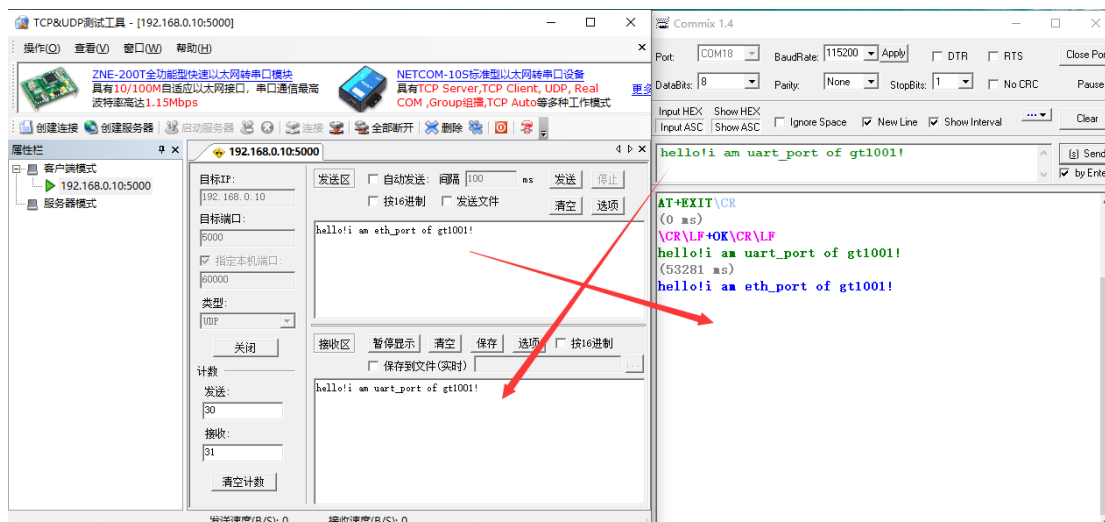

图 6-8 UDP 数据传输
4) 点击创建，进入数据传输界面，数据通信如图 6-8 所示。